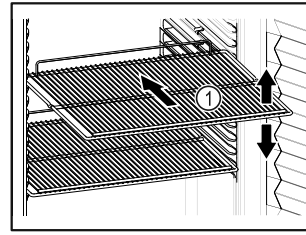

Fig. 47 Reprezentare exemplificativă
- Dacă grătarele tip poliță Fig. 47 (1) pot fi mutate, adaptați-le în funcție de înălțime.